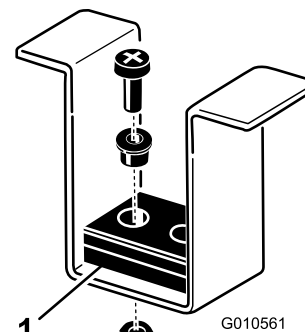

Bild 10
7. Senken Sie den Trägerrahmen ab und stecken die vier Lastösenbolzen durch die entsprechenden Löcher in der Schnitthöhenhalterung und den Rahmenhalterungen. Befestigen Sie alle vier Stifte mit Splints (Bild 10).
8. Stellen Sie sicher, dass die vorderen Schnitthöhenstifte richtig auf den Rahmenpolstern aufliegen (Bild 10). Wenn die Stifte nicht richtig aufliegen, legen Sie Beilagscheiben unter das Polster, um es auf die richtige Höhe anzuheben.